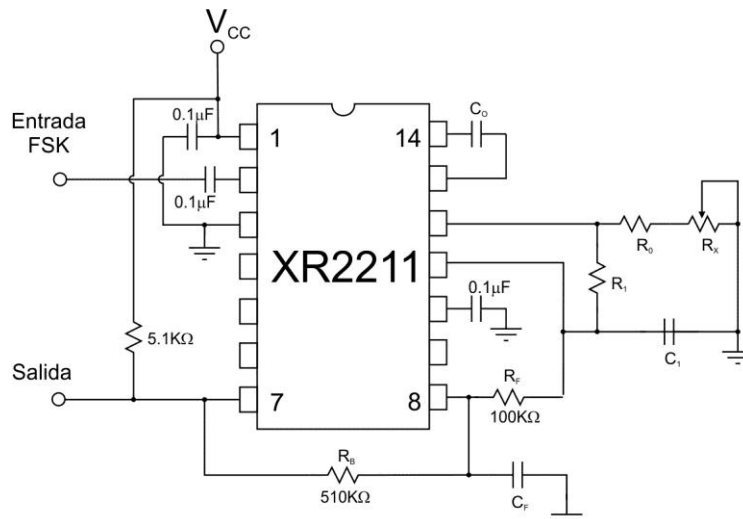

Figura 1: Diagrama circuito decodificador FSK
La Figura 1 muestra un circuito para decodificación FSK donde los componentes externos se definen como a continuación se detalla:
El circuito de la Figura 1 puede ser utilizado para cualquier aplicación en la que se requiera decodificación FSK de manera muy simple mediante la elección de cinco componentes clave en dicho circuito: R_0, R_1, C_0, C_1 y C_F . Para un conjunto dado de frecuencias F_0 y F_1 (que representan el 0 y 1 lógicos) esos parámetros pueden ser calculados como se detalla a continuación:
2.-Armar el circuito de la Figura 1 con el material que se detalla a continuación: